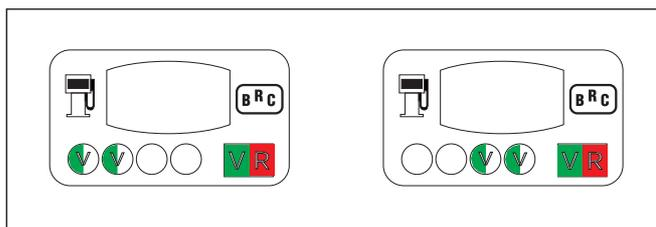

Fig. 30
- **Dopo circa 3 secondi, il sistema commuta automaticamente a gas ed il LED BICOLORE si accende alternativamente di colore rosso e verde** per segnalare l'inizio della fase di acquisizione della posizione di reset dell'attuatore STEP (fig. 30).